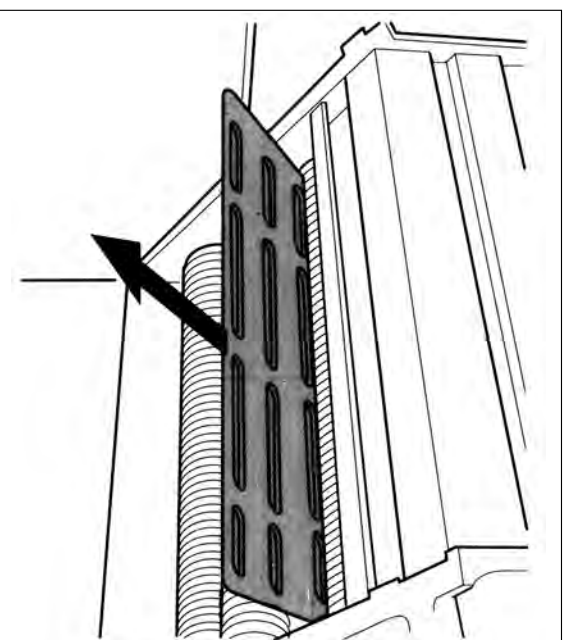

Fig. 39
- Rimuovere la piastra di distribuzione dell'aria (Fig. 39);